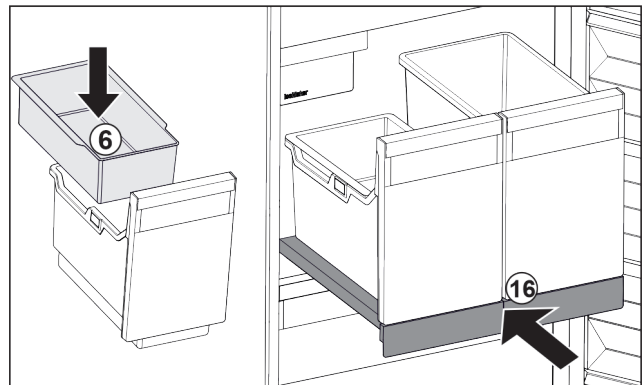

Fig. 111
- ▶ Вставьте навесной лоток Fig. 111 (6) для кубиков льда.
- ▶ Вставьте выдвижную панель с контейнером (IceTower). Fig. 111 (16)